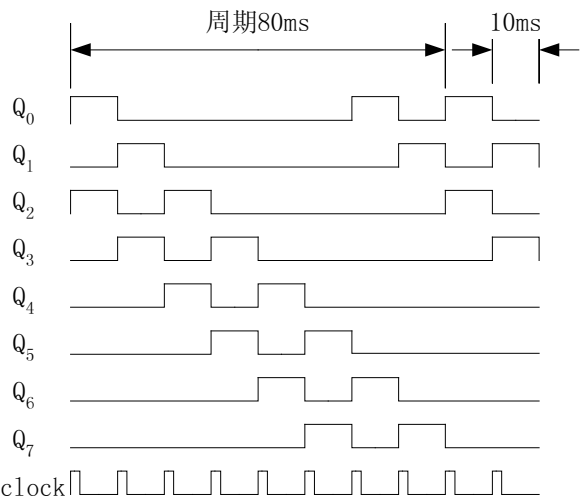

图 2 重复输出循环移位逻辑序列 00000101
能产生 8 路可预置的循环移位逻辑信号序列，输出信号为 TTL 电平，序列时钟频率为 100Hz，并能够重复输出。逻辑信号序列示例如图 2 所示。
- 4、题中涉及的“字”均为多位逻辑状态。如图 2 中纵向第一个字为一个 8 位逻辑状态字